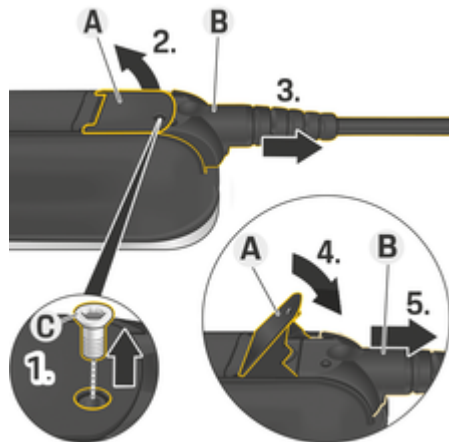

図 9: ケーブルの切り離し
1. 適切なツールを使用して、スクリュー **C** (図 9) を取り外します。
2. リフトレバー **A** (図 9)。
3. 抵抗を感じる所までプラグ **B** (図 9) を引き出します。
4. レバー **A** (図 9) を閉じます。
5. プラグ **B** (図 9) を完全に引き出します。